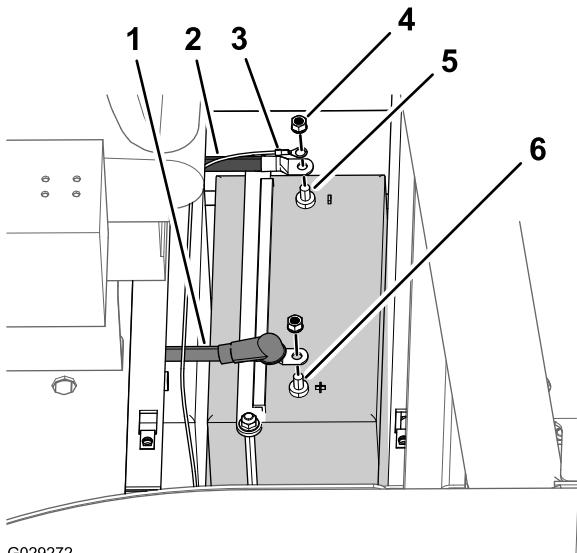

Figura 121
6. Retire la tuerca con arandela de freno (3/8") que sujeta el cable negativo de la batería y el terminal de anillo al borne negativo de la batería, y retire los cables de la batería (Figura 121).
7. Mueva hacia atrás el capuchón aislante y retire la tuerca con arandela de freno (3/8") que sujetan el cable positivo de la batería al borne positivo de la batería, y retire el cable de la batería (Figura 121).
1. Conecte el cable positivo de la batería al borne positivo de la batería (Figura 121) con la tuerca con arandela de freno (3/8") que retiró en el paso 7 de Antes de desconectar los componentes \(página 82\).
3. Conecte el cable negativo de la batería al borne negativo de la batería (Figura 121) con la tuerca con arandela de freno (3/8") que retiró en el paso 6 de Antes de desconectar los componentes \(página 82\).